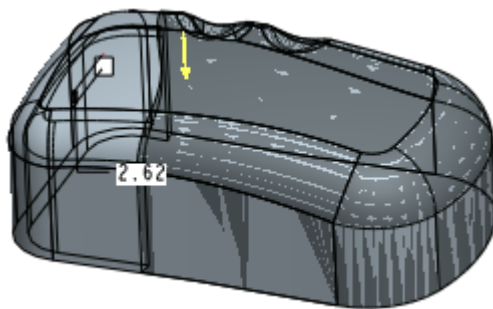

图 42-26
(4) 单击  按钮，完成草图绘制，返回偏移特征操控板，调整偏移方向应如图 42-26 所示。